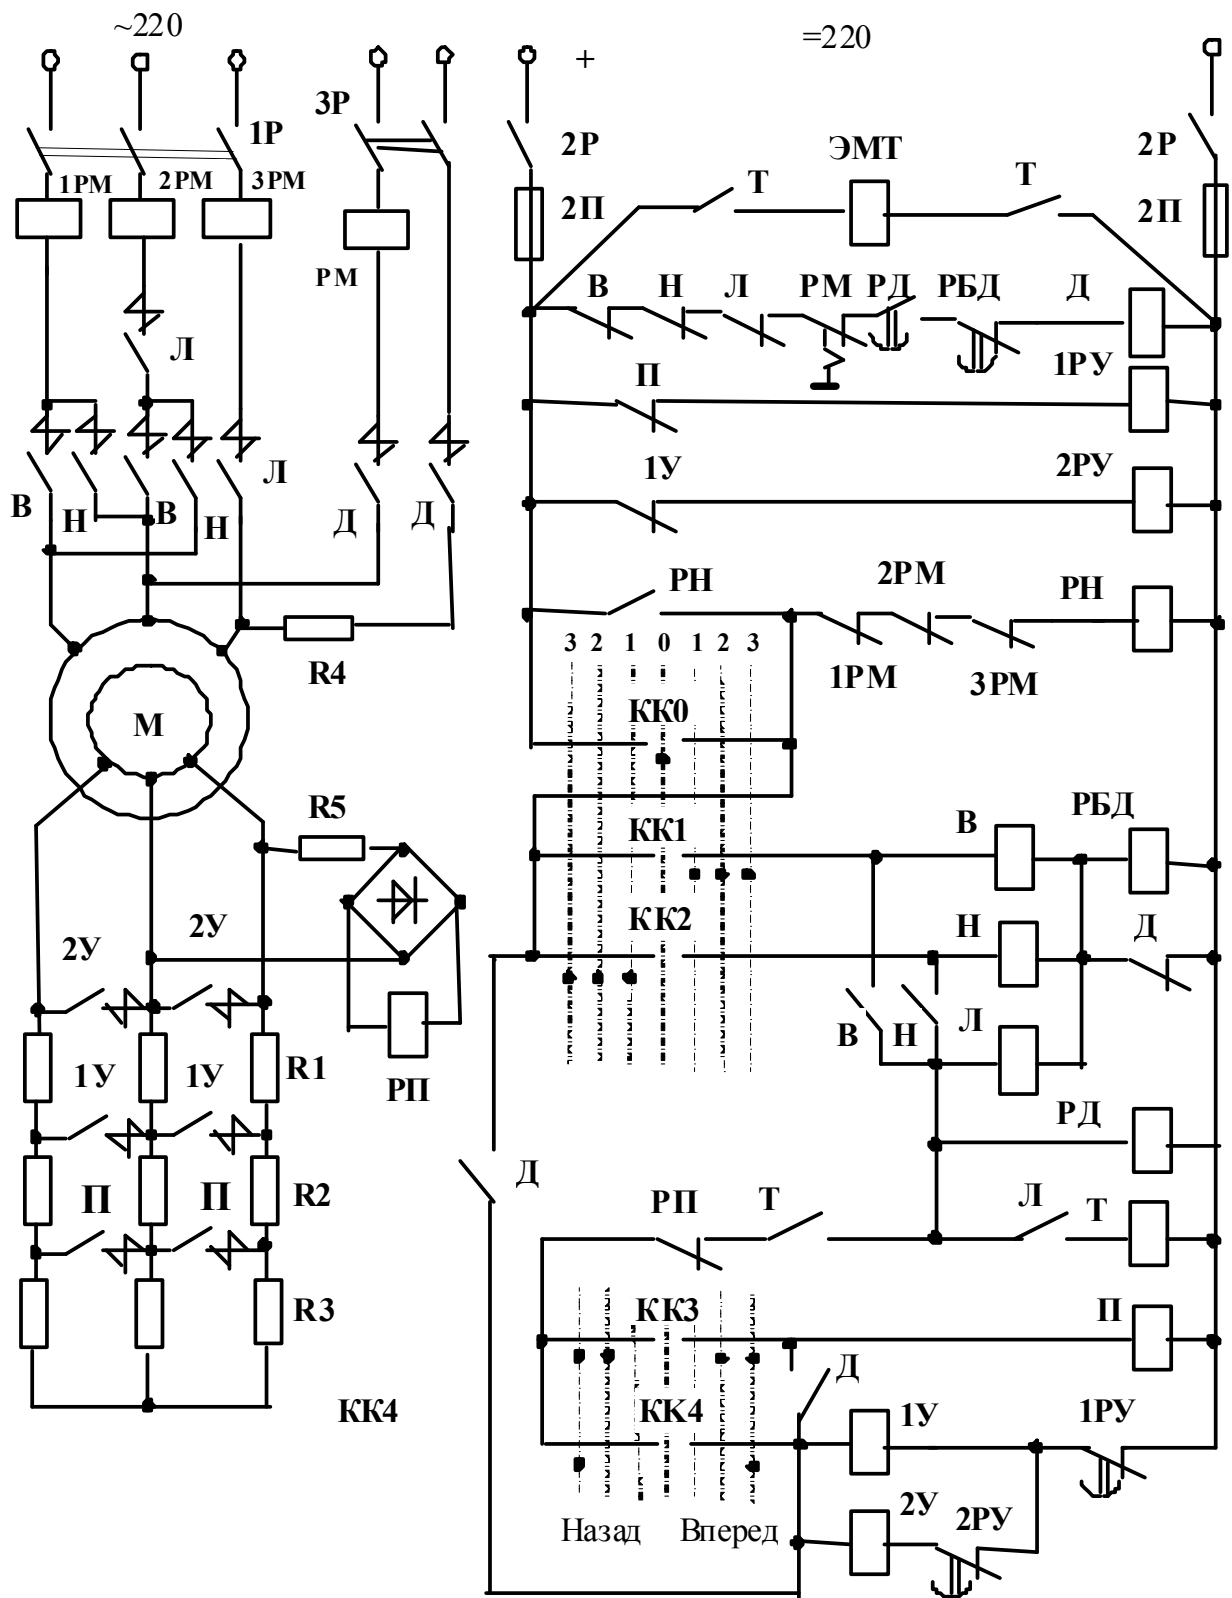

Рис. 4.1. Електрична схема станції ПУ6520-03А2
Станція **ПУ 6520-03А2** (електрична схема на рис.4.1) призначена для автоматизованого керування розгоном та електричним гальмуванням електропривода з асинхронним двигуном, що має фазовий ротор.
- Електрична схема лабораторної установки (рис. 4.1.).